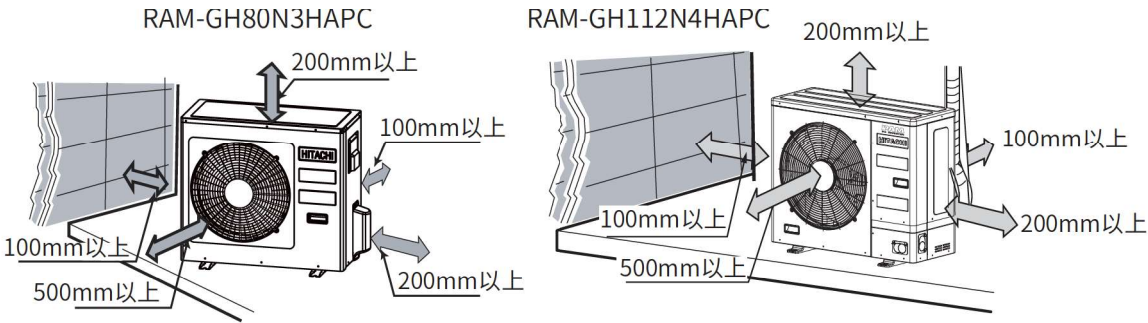

图12-2
(1) 安装场所必须满足如下要求：
- 确定机器四周留有充分空间，并尽可能地远离障碍物，以便操作和维修，见图12-2。机组安装处应有二个以上方向是敞开的。